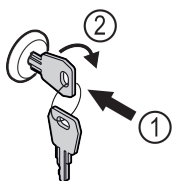

Fig. 133 Примерное изображение
- ▶ Вставьте ключ Fig. 133 (1).
- ▶ Поверните ключ на 90° по часовой стрелке Fig. 133 (2).